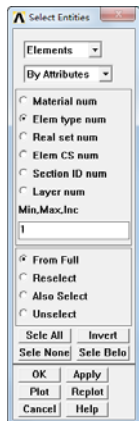

图 11-35 “Select Entities”对话框
①依次选择 Utility Menu→Select→Entities, 会弹出“Select Entities”对话框。在第一个下拉框中选择“Elements”, 在第二个下拉框中选择“By Attributes”, 在第三个单选框中选择“Elem type num”, 在“Min, Max, Inc”输入框输入 1, 如图 11-35 所示, 单击“OK”按钮关闭对话框。
②依次选择 Utility Menu→Select→Entities, 会弹出“Select Entities”对话框, 如图 11-35 所示, 在第一个下拉框中选择“Nodes”, 在第二个下拉框中选择“Attached to”, 在第三个单选框中选择“Elements”, 单击“OK”按钮关闭该对话框。
③依次选择 Utility Menu→Select→Entities, 会弹出“Select Entities”对话框, 如图 11-35 所示, 在第一个下拉框中选择“Elements”, 在第二个下拉框中选择“Attached to”, 在第三个单选框中选择“Nodes”, 单击“OK”按钮关闭该对话框。
④依次选择 Utility Menu→Select→Entities, 会弹出“Select Entities”对话框, 如图 11-35 所示, 在第一个下拉框中选择“Nodes”, 在第二个下拉框中选择“Attached to”, 在第三个单选框中选择“Elements”, 单击“OK”按钮关闭该对话框。
⑤依次选择 Utility Menu→Select→Entities, 会弹出“Select Entities”对话框, 如图 11-35 所示, 在第一个下拉框中选择“Elements”, 在第二个下拉框中选择“Attached to”, 在第三个单选框中选择“Nodes”, 在第四个单选框中选择 Unselect, 单击“Invert”按钮, 在单击“Cancel”按钮关闭该对话框。
⑥依次选择 Utility Menu→Select→Entities, 会弹出“Select Entities”对话框, 如图 11-35 所示, 在第一个下拉框中选择“Nodes”, 在第二个下拉框中选择“Attached to”, 在第三个单选框中选择“Elements”, 在第四个单选框中选择“From Full”, 单击“OK”按钮关闭该对话框。
⑦依次选择 Main Menu→Preprocessor→Modeling→Move / Modify→Elements→Modify Attrb, 会弹出“Modify Elem Attr...”对话框, 单击“Pick All”按钮, 会弹出“Modify
⑧依次选择 Utility Menu→Select→Entities，会弹出“Select Entities”对话框，如图 11-35 所示，在第一个下拉框中选择“Elements”，在第二个下拉框中选择“By Num/Pick”，在第三个单选框中选择“From Full”，单击“Sele All”按钮，单击“Cancel”按钮关闭该对话框。
⑨依次选择 Utility Menu→Select→Entities，会弹出“Select Entities”对话框，如图 11-35 所示，在第一个下拉框中选择“Nodes”，在第二个下拉框中选择“By Num/Pick”，在第三个单选框中选择“From Full”，单击“Sele All”按钮，再单击“Cancel”按钮关闭该对话框。
①依次选择 Utility Menu→WorkPlane→Change Active CS to→Global Cylindrical，将直角坐标系改为圆柱坐标系。
②依次选择 Utility Menu→Select→Entities，会弹出“Select Entities”对话框，如图 11-35 所示，在第一个下拉框中选择“Nodes”，在第二个下拉框中选择“By Location”，在第三个单选框中选择“X coordinates”，在“Min, Max”输入框输入 0.5207，单击“OK”按钮关闭该对话框
⑤依次选择 Utility Menu→Select→Entities, 会弹出“Select Entities”对话框, 如图 11-35 所示, 在第一个下拉框中选择“Elements”, 在第二个下拉框中选择“By Num/Pick”, 在第三个单选框中选择“From Full”, 单击“Sele All”按钮, 单击“Cancel”按钮关闭该对话框。
⑥依次选择 Utility Menu→Select→Entities, 会弹出“Select Entities”对话框, 如图 11-35 所示, 在第一个下拉框中选择“Nodes”, 在第二个下拉框中选择“By Num/Pick”, 在第三个单选框中选择“From Full”, 单击“Sele All”按钮, 单击“Cancel”按钮关闭该对话框。
①依次选择 Utility Menu→Select→Entities, 会弹出“Select Entities”对话框, 如图 11-35 所示, 在第一个下拉框中选择“Nodes”, 在第二个下拉框中选择“By Location”, 在第三个单选框中选择“X coordinates”, 在“Min, Max”输入框输入 0.26035, 单击“OK”按钮关闭该对话框
②依次选择 Utility Menu→Select→Entities, 会弹出“Select Entities”对话框, 如图 11-35 所示。在第一个下拉框中选择“Elements”, 在第二个下拉框中选择“By Attributes”, 在第三个单选框中选择“Elem type num”, 在“Min, Max, Inc”输入框输入 2, 单击“OK”按钮关闭对话框。
③依次选择 Main Menu→Preprocessor→Loads→Define Loads→Apply→Fluid/ANSYS→Field Surface→On Nodes, 会弹出“Apply FSI on Nodes”对话框, 单击“Pick All”按钮关闭该对话框。
④依次选择 Utility Menu→Select→Entities, 会弹出“Select Entities”对话框, 如图 11-35 所示, 在第一个下拉框中选择“Elements”, 在第二个下拉框中选择“By Num/Pick”, 在第三个单选框中选择“From Full”, 单击“Sele All”按钮, 再单击“Cancel”按钮关闭该对话框。
⑤依次选择 Utility Menu→Select→Entities, 会弹出“Select Entities”对话框, 如图 11-35 所示, 在第一个下拉框中选择“Nodes”, 在第二个下拉框中选择“By Num/Pick”, 在第三个单选框中选择“From Full”, 单击“Sele All”按钮, 再单击“Cancel”按钮关闭该对话框。